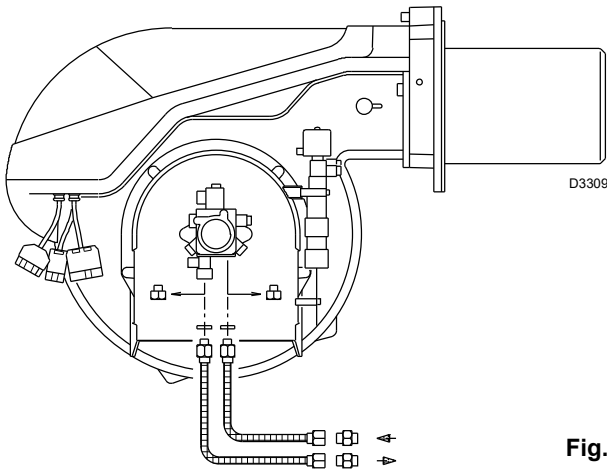

Fig. 17
6.3 Bomba (Fig. 17)
- A fin de que la bomba pueda autocebarse, es indispensable aflojar el tornillo 3)(Fig. 17) de la bomba para purgar el aire que pueda haber en el tubo de aspiración.